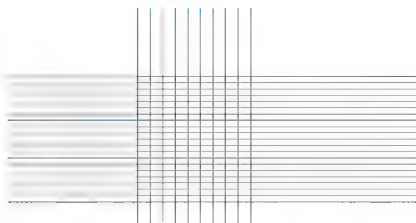

图 4.102 阵列生成水平构造线
(4) 用**【阵列】**命令生成其他水平构造线,参数设为21行、1列、行偏移距离165mm,结果如图4.102所示。